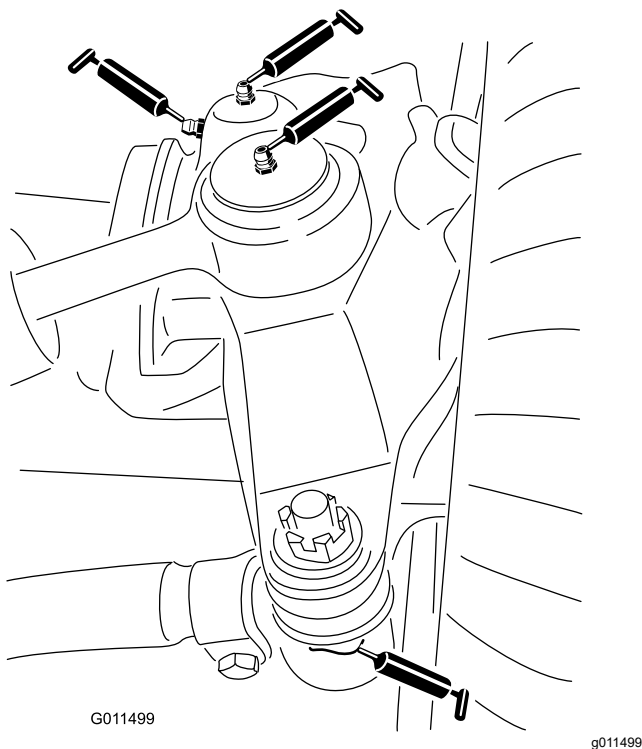

Figure 41
- 2 rotules de vérin de direction (Figure 41)
- 2 rotules de biellettes de direction (Figure 41)
- 2 bagues de pivots de fusées (Figure 41)